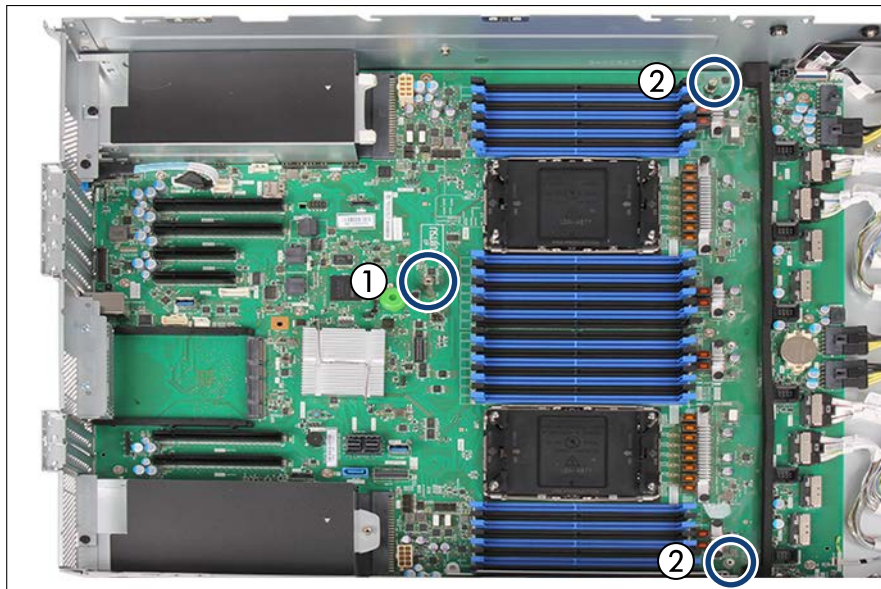

Bild 344: Position des Sechskant-Abstandshalters und der spezifischen Schrauben
- ▶ Befestigen Sie das System Board mit dem Sechskant-Abstandshalter, siehe Bild 344.